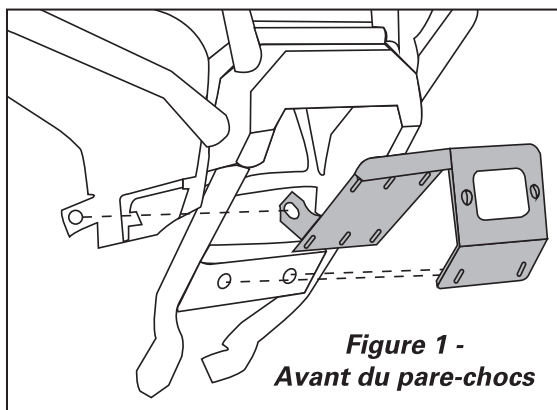

Figure 1 -
3. Position the winch mounting bracket onto the front bumper, aligning the two mounting holes under the fairlead cutout on the bracket with the matching holes at the lower front end of the bumper. Align the two winged mounting tabs at the rear of the bracket with the center frame attachment mounting holes on the bumper. (Figure 1 and 2)
3. Positionnez le support de montage du treuil sur le pare-chocs avant, en alignant les deux trous de montage sous la découpe du guide-câble sur le support avec les trous correspondants à l'extrémité avant inférieure du pare-chocs. Alignez les deux pattes de montage à ailettes à l'arrière du support avec les trous de montage de fixation du cadre central sur le pare-chocs. (Figures 1 et 2)